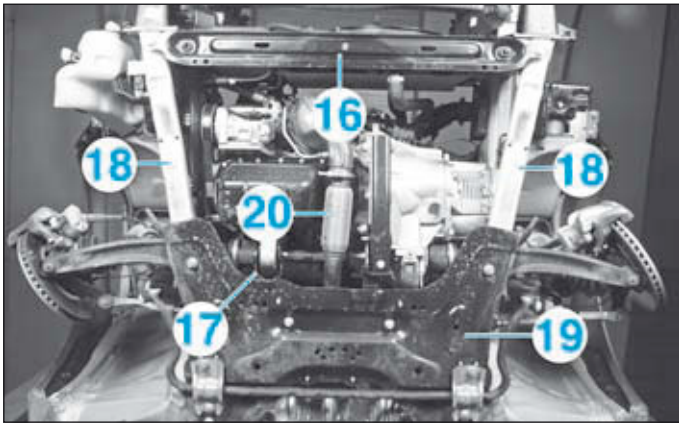
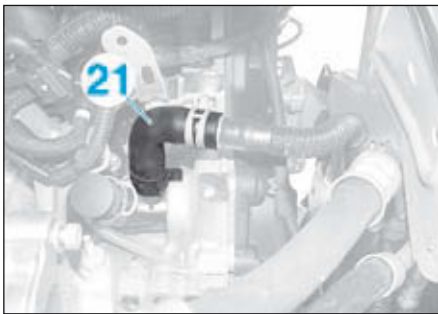

FIG.110
FIG.111
- Déposer (Fig.110) :
- la traverse inférieure de radiateur (16),
- le support moteur arrière (17),
- les prolongateurs de berceau (18),
- le berceau (19) (voir chapitre "Suspensions - Trains - Géométrie"),
- le tube avant d'échappement (20).
- Débrancher la durit (21) (Fig.111).